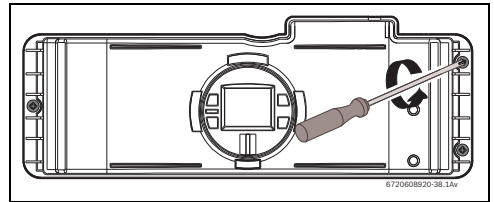
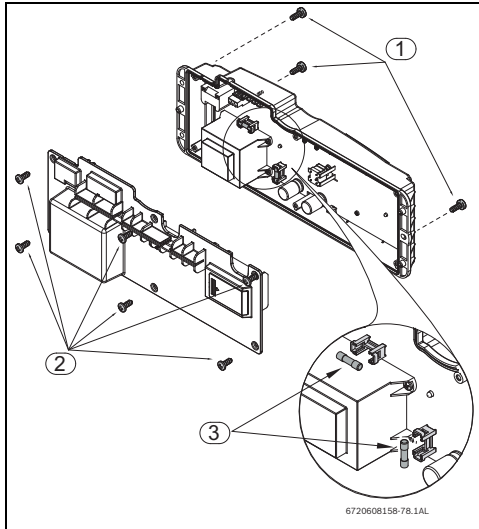

Fig. 38
Fig. 39 Ubicación de los fusibles
- ▶ Aflojar tres tornillos en la parte delantera de la caja electrónica (Fig. 38 y Fig. 39 , pos.1).
- ▶ Jalar la caja electrónica para acceder a los seis tornillos situados en la parte posterior y retirarlos (Fig. 39 , pos. 2).
- ▶ Después de verificar los fusibles (Fig. 39 , pos.3) proceder al montaje de todos las piezas en el orden inverso.